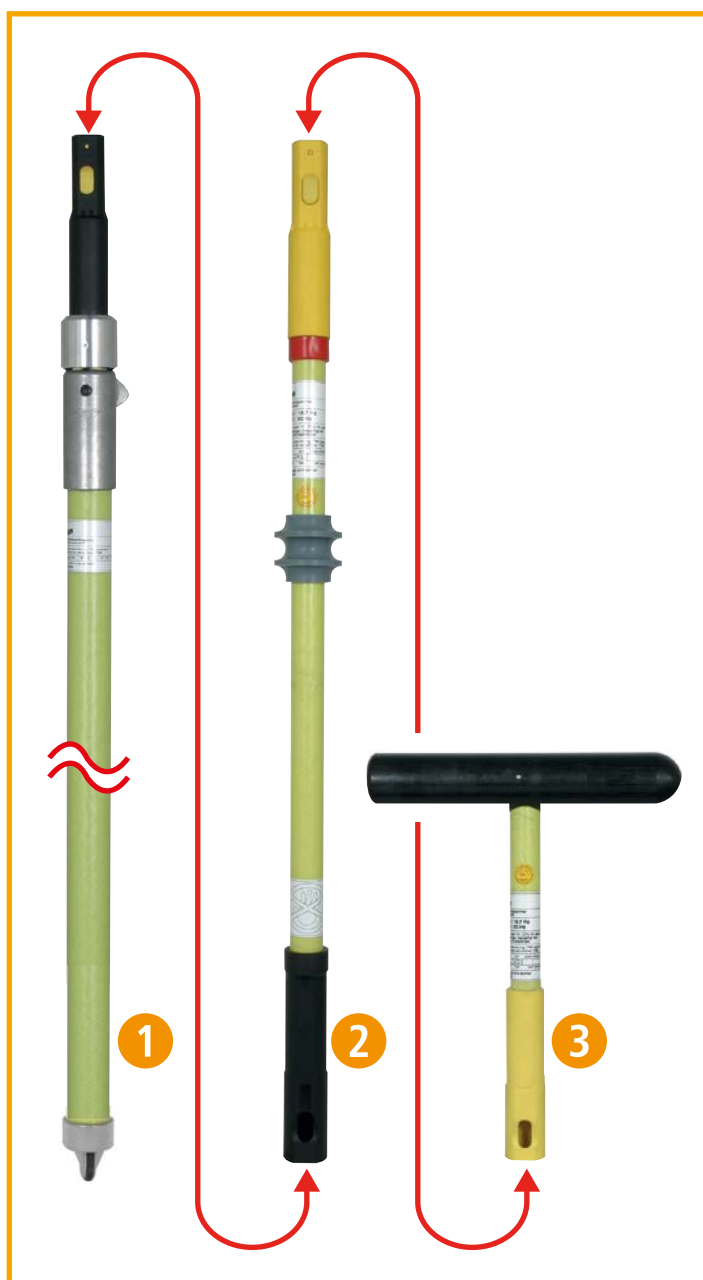

Figura 1 Singole parti
- ➔ Il fioretto isolante con testa di lavoro può essere impiegato anche in caso di precipitazioni atmosferiche (pioggia, nebbia, ecc.). Il fioretto isolante (vedi pos. 2, pagina 6) e la testa di lavoro (vedi pos. 3, pagina 6) sono stati sottoposti a verifiche secondo la norma DIN VDE 0682-411, par. 7.1.2 per esaminare la corrente di dispersione in caso di pioggia e par. 6.3.1 per esaminare la protezione contro il ponticellamento in caso di pioggia. In caso di precipitazioni, le parti dell'impianto in tensione non devono essere toccate ininterrottamente per oltre 1 minuto.
- ➔ Prima del montaggio, è necessario controllare il fioretto isolante, la prolunga dell'impugnatura e la testa di lavoro per escludere eventuali danni meccanici (schermature bloccate saldamente, saldo posizionamento dell'anello rosso e dell'anello di marcatura nero, crepe e graffi profondi nella zona del tratto isolante e della prolunga, ...) (vedi figura 1, pagina 6). Non riutilizzare singole parti difettose.